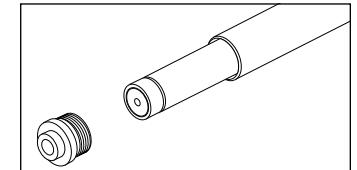

Abb. 4
2. Tragen Sie eine kleine Menge Gewindesicherungsmittel auf das Gewinde des Endstopfens auf. Bauen Sie den Endstopfen mit Gewinde (Abb. 4) mit einem 14 mm Schlüssel ein. Ziehen Sie ihn mit 3,4 bis 4,5 Nm an.